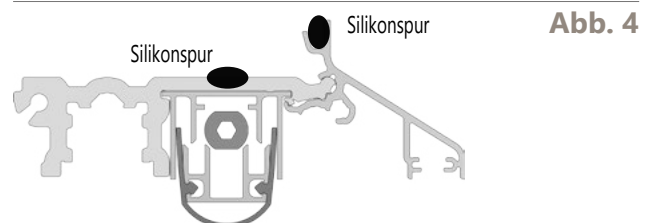

Abb. 4
- Am Adapterprofil 2 Spuren Silikon (siehe Abb. 4+5) anbringen und die Endkappen ebenfalls zum Flügel hin mit Silikon abdichten.